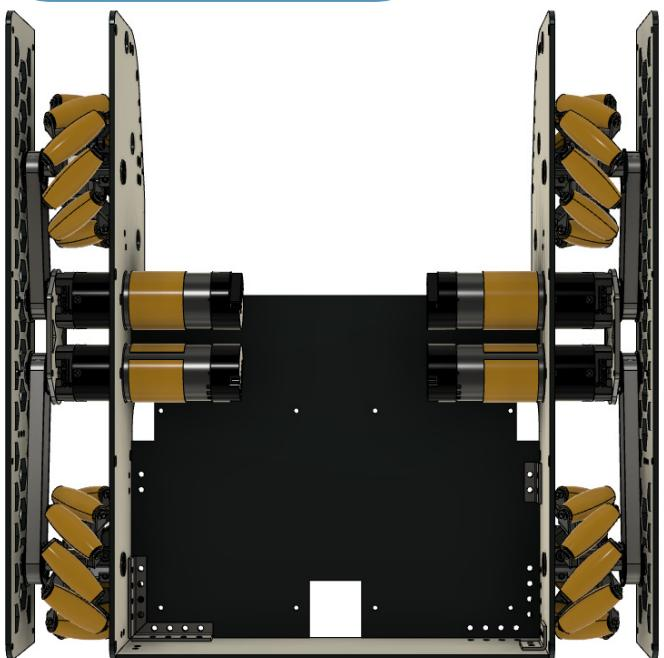

Fig. 1.2. - Şasiul văzut de jos
3. **motoarele** trebuie să fie **ascunse** în interiorul robotului, alături de **electronică** (Fig. 1.2);